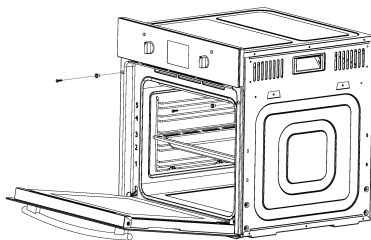

Рис.3
- Откройте дверцу и прикрепите духовку к кухонному шкафу двумя шурупами через отверстия, находящиеся по бокам корпуса духовки (А на Рис.3).